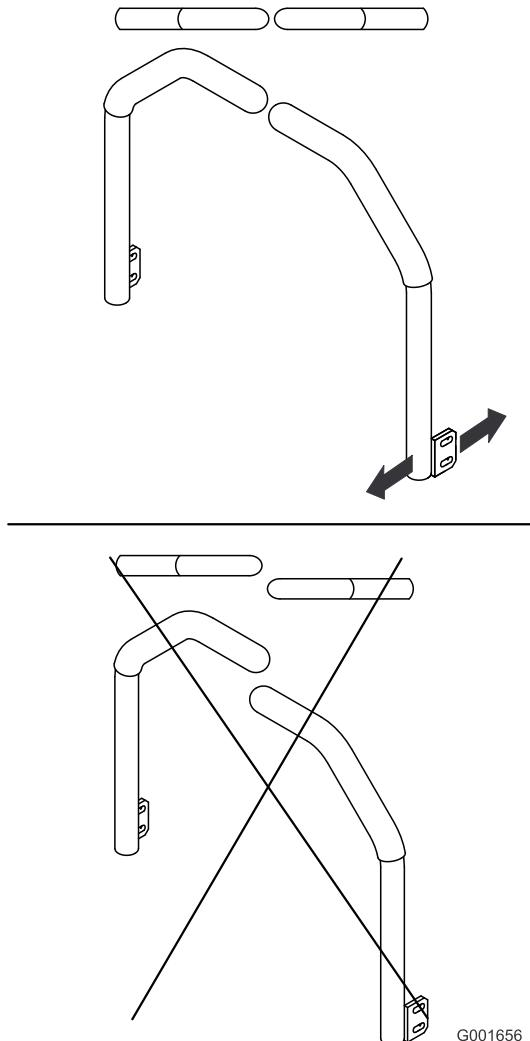

Bild 65
5. Stellen Sie die Fahrantriebshebel so ein, dass sie ausgerichtet sind (Bild 65) und ziehen Sie die Schrauben fest, um die Hebel an den Pfosten zu befestigen.